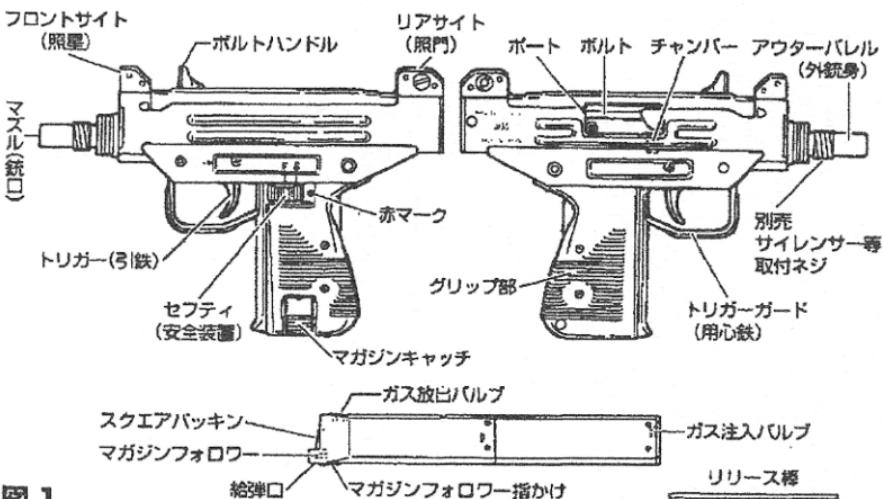

図 1
- ①まずボルトを、必ずフルコッキング位置にしてください。
- ②マガジンをしっかり握り、マガジンキャッチを押す
- ③しっかり握って引き抜く
△ 残弾警告①(マガジンをはずす時)：銃内にまだ弾が残っている状態で、ちょうどガスがなくなったり、冷えたりして発射できなくなることがあります。この時マガジンをはずすだけでは弾が銃のチャンバー(発射直前のBB弾を保持するバレル基部 ⇒ 図1 参照)内に残る危険性があります。このまま放置すると、次操作時に残弾を忘れて発射してしまう危険性があります。ただちにセフティをかけ、マガジンのみにしてガスを注入するか、発射圧が戻るのを待って、7.発射を終える時の処理に従い、銃内にBB弾の無い安全な状態にしてください。マガジンがついていないというだけで、その銃内にBB弾がないだろうとは絶対に判断しないでください。